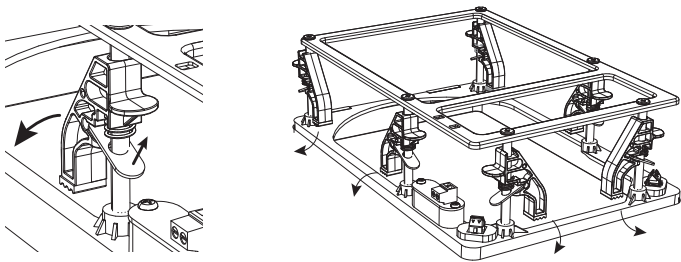
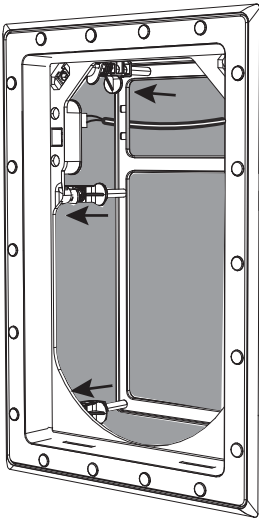

Fig. 9. Adjusting the Mounting Clamps from the Stowed Position
Fig. 11. Frame securely clamped to the Wall
2. Nå inuti ramen och vrid fästklämmorna till "Klämning" -läget, där de kan utöva en klämkraft på baksidan av öppningen (fig. 9 och 10). Tryck in ramen och dra åt varje klämma så att ramen är fast på plats (fig. 11).